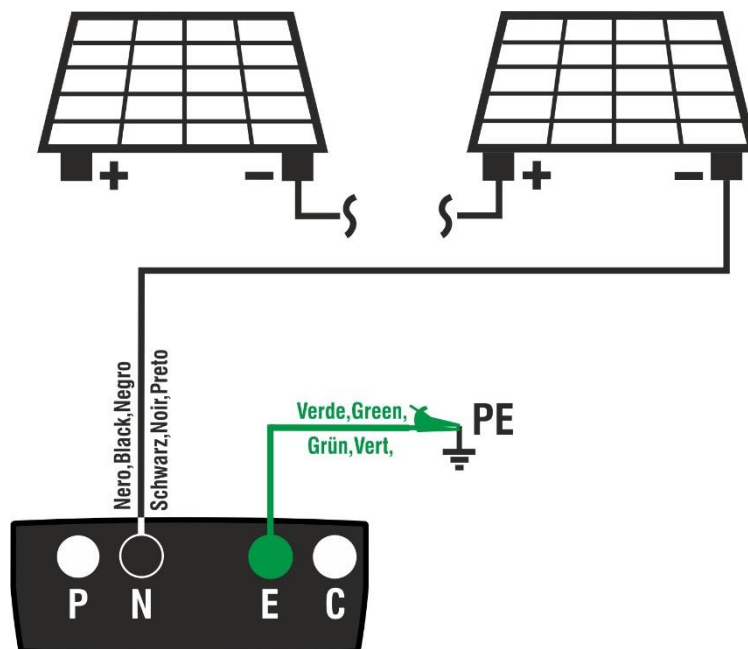

Fig. 8: Ligação do instrumento para medição do isolamento no modo TMR
8. Ligar o instrumento ao **string FV em teste**, como mostra a Fig. 8. **O teste também pode ser efetuado em várias strings em paralelo entre si.** Tenha em atenção que os eventuais para-raios ligados às strings da string devem também ser desligados e que é aconselhável efetuar a medição a montante de eventuais díodos de bloqueio